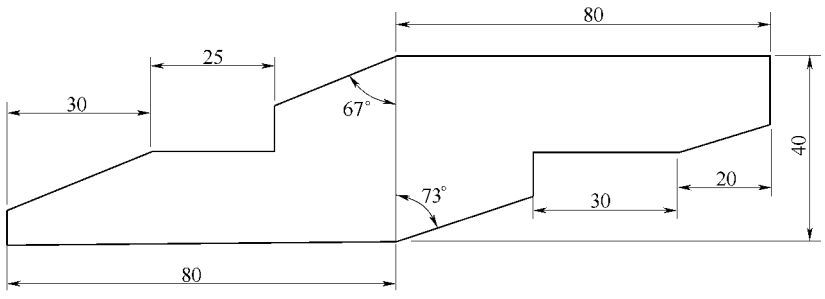

图 2-118 将节气门的开启角度从垂直位置开始为基准设定到规定角度
- 2) 将节气门的开启角度从垂直位置（包括节气门全闭角度 10°在内）开始为基准设定到规定角度，如图 2-118 所示。